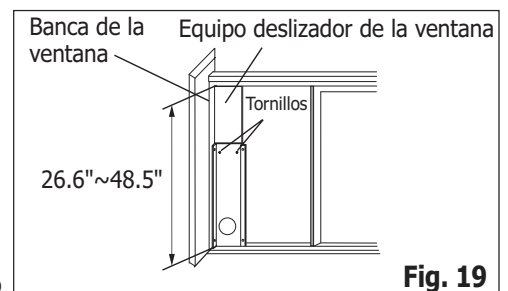

Fig. 19
2. Abra el marco de la ventana y coloque el equipo deslizador de la ventana en la banca de la ventana. (Fig. 19). Adhiera el equipo deslizador de la ventana al banco de la ventana. Ajuste el largo del equipo deslizador de la ventana de acuerdo con el ancho de la ventana. Sacar los dos tornillos en el kit deslizable de la ventana. Ver Fig. 19. Corte el equipo deslizador de la ventana ajustable si la altura de la ventana es menor que 26.6 pulgadas (Fig. 14).